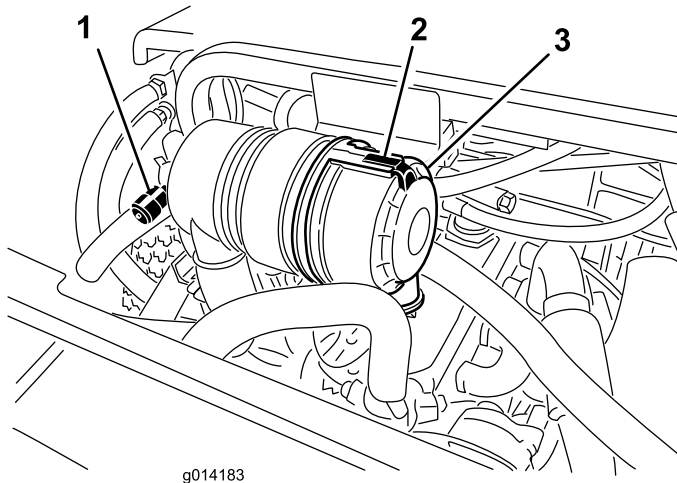

Figure 32
Faites l'entretien du filtre à air uniquement quand l'indicateur de colmatage (Figure 32) indique que cela est nécessaire. Changer le filtre à air prématurément ne fait qu'accroître le risque de contamination du moteur par des impuretés quand le filtre est déposé.
1. Desserrez le verrou qui maintient le couvercle sur le boîtier du filtre à air (Figure 32).